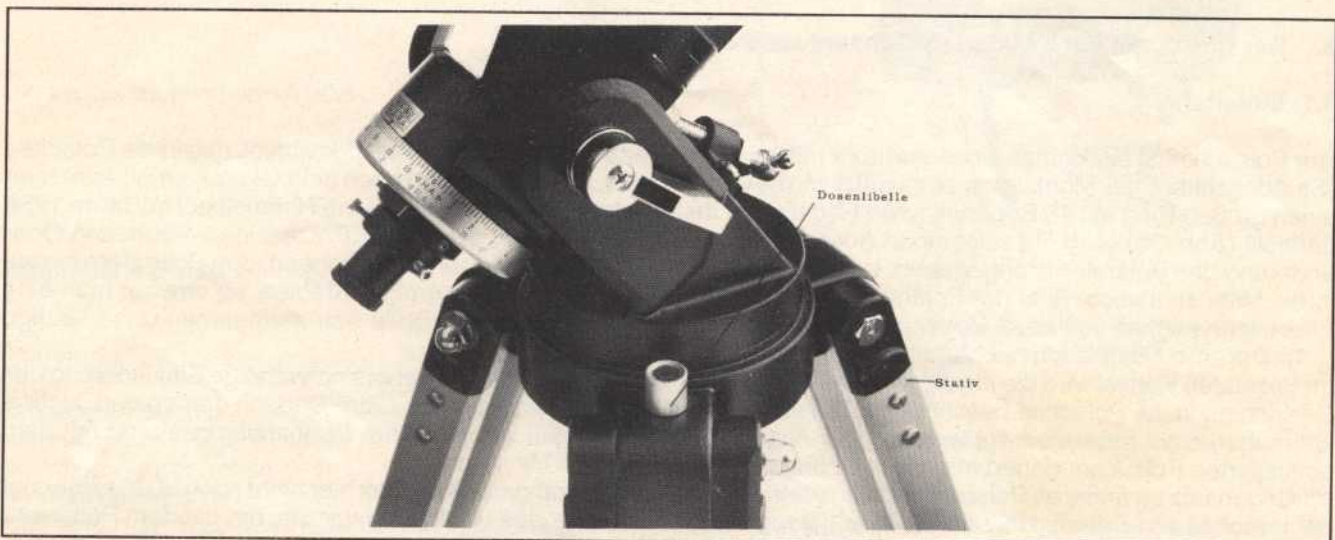

Abb. 32: Die auf dem Dreibein aufgeschraubte Dosenlibelle
- b) Mit Hilfe der Dosenlibelle wird das Stativ nun horizontal ausgerichtet (Abb. 32).